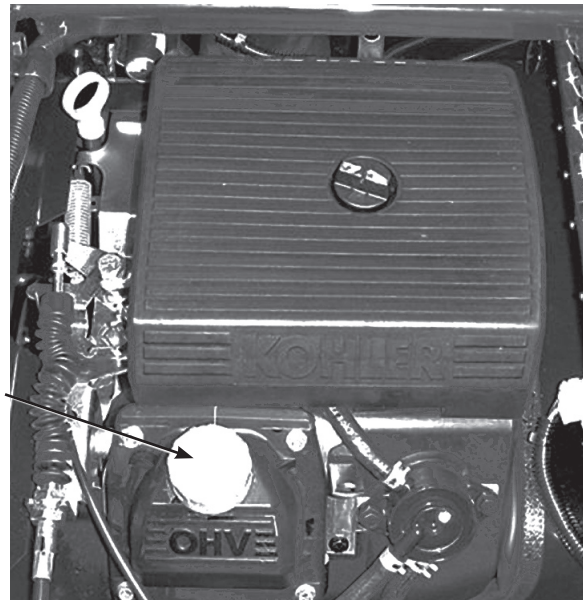

図35
- 所要量の約 80% のオイルを補給口 (図35) から入れる。